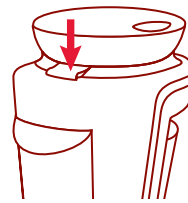

Figure 1
1. Assurez-vous de débrancher l'appareil. Placez-le sur une surface propre et sèche. Tournez l'arrière l'appareil vers vous. Appuyez sur le bouton de dégagement du réservoir à glaçons. Soulevez l'arrière du réservoir à glaçons et enlevez-le. La pale à broyer et la trémie à glaçons sont alors exposées. *Figure 1*